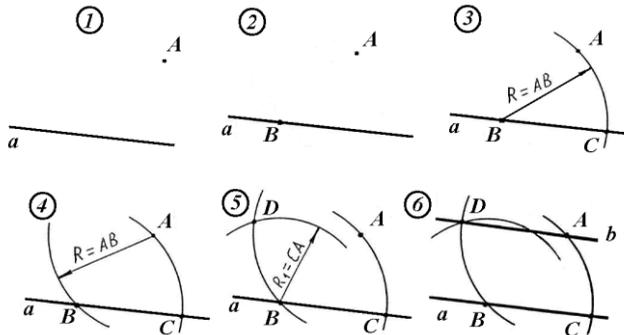

Рис. 3.
- 1) Дана прямая a и точка A , $A \notin a$ (рис. 3).